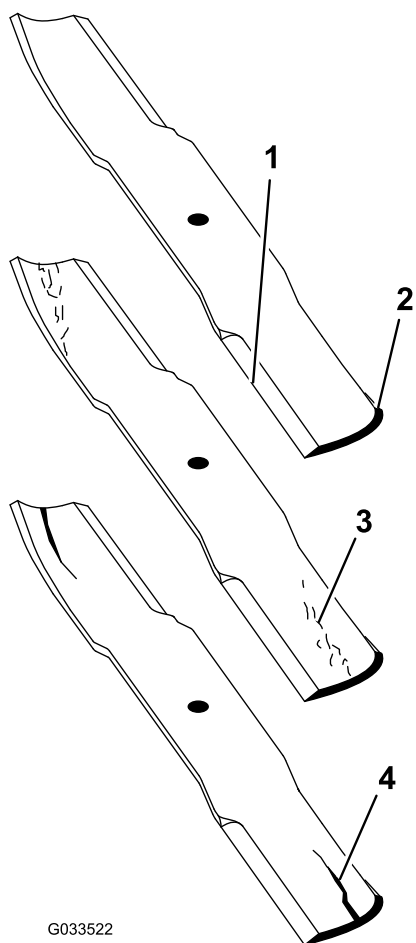

Figure 84
2. Examinez attentivement les tranchants de la lame, particulièrement au point de rencontre des parties plane et relevée (Figure 84).
**Remarque:** Le sable et les matières abrasives peuvent éroder le métal à cet endroit, c'est pourquoi il est important de contrôler l'état de la lame avant d'utiliser la tondeuse. Remplacez la lame si elle vous semble usée (Figure 84).